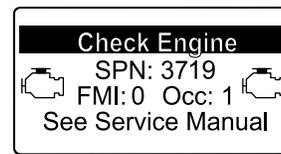

Figura 56
- Advertencia del motor SPN 3719, FMI 0 (Figura 56)